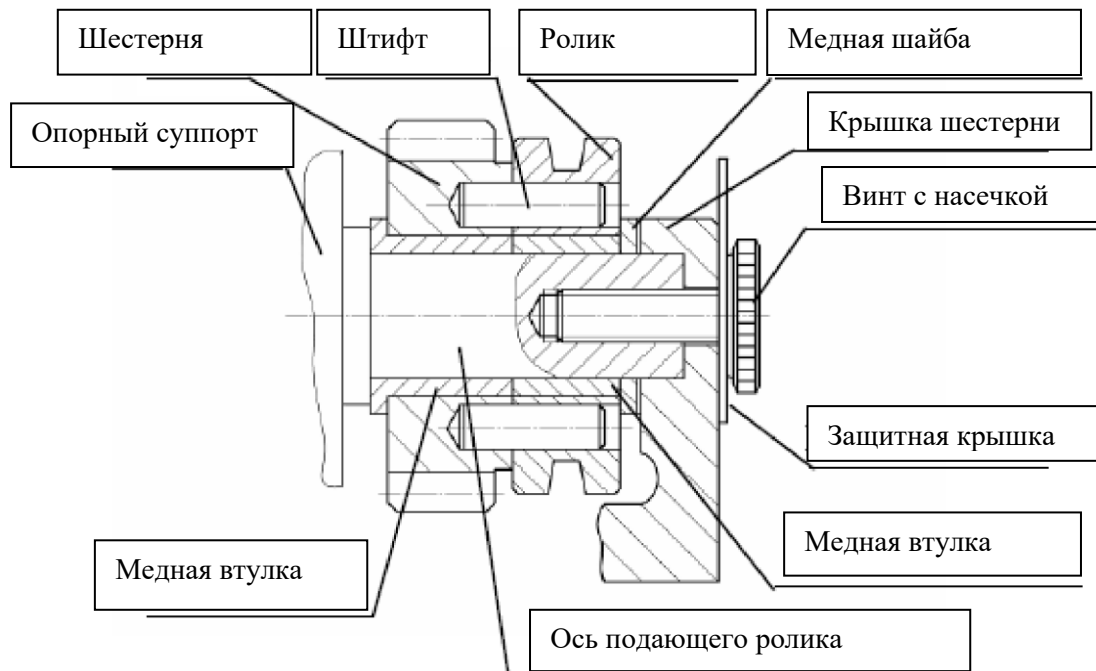

Рисунок 9: Установка подающего ролика
1. Установка подающего ролика (см. Рисунок 9)